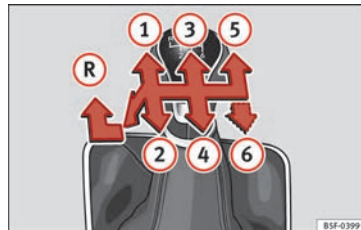

Abb. 56 Schaltschema bei einem 5-Gang bzw. 6-Gang Schaltgetriebe
- Schalthebel auf Leerlauf stellen und nach unten drücken, ganz nach links und dann nach vorne schieben um den Rückwärtsgang **» Abb. 56** einzulegen.
Auf dem Schalthebel sind die Positionen der einzelnen Fahrgänge dargestellt **» Abb. 56**.